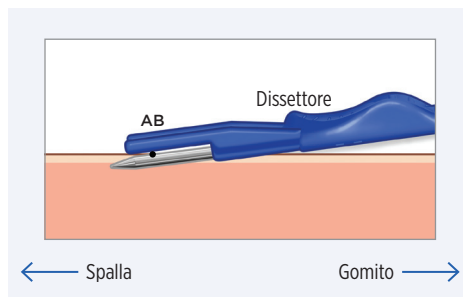

Figura 3
3. Con le punte dei fermi di profondità sulla pelle e il disseettore smusso nello spazio sottocutaneo, abbassare l'angolo di entrata nella pelle a circa 5-10 gradi (Figura 3), facendo attenzione che le dita non si trovino sotto lo stelo di metallo o le parti di plastica dello strumento, poiché ciò creerebbe un angolo maggiore.
4. Muovere il disseettore smusso verso la spalla mantenendo le parti di metallo e di plastica dello strumento in stretto contatto con la pelle, per garantire l'angolo più piccolo possibile della tasca rispetto alla pelle (Figura 3).